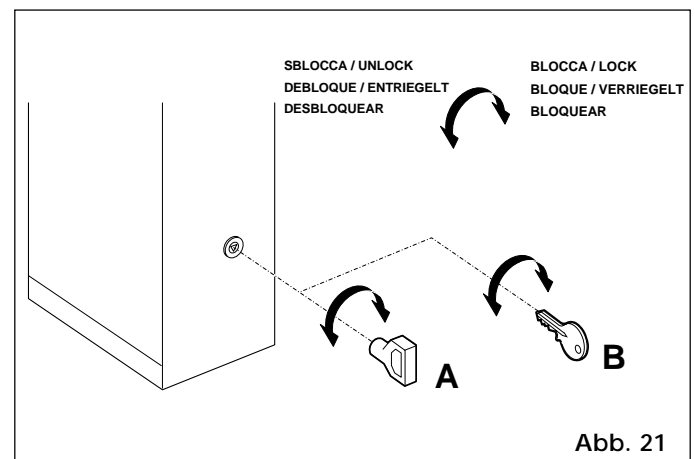

Abb. 21
Es wird (serienmäßig) der dreieckige Pos. A Abb. 21 bzw. (auf Wunsch) der persönliche Schlüssel Pos. B Abb. 21 migeliefert.
Den Dreieck- bzw. persönlichen Entriegelungsschlüssel in das Schloß einstecken und um 1 Umdrehung gegen den Uhrzeigersinn drehen (Abb. 21).
- Schlüssel bis zum Anschlag im Uhrzeigersinndrehen und abziehen (Abb. 21 Pos. A).
- Schlüssel sehr langsam und gegen den Uhrzeigersinn bis zum Ausrastpunkt drehen (Abb. 21 Pos. B).